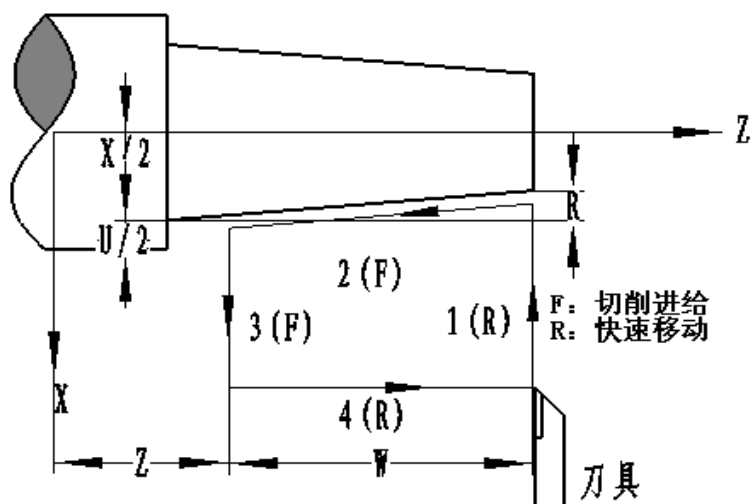

图 2-17
功能说明: G90 可实现圆柱面、圆锥面的单一循环加工, 循环完毕后刀具返回起刀点位置 (轨迹 1 的起点), 如图 2-16 和图 2-17。图中 (F) 线段表示切削进给, (R) 线段表示快速移动。